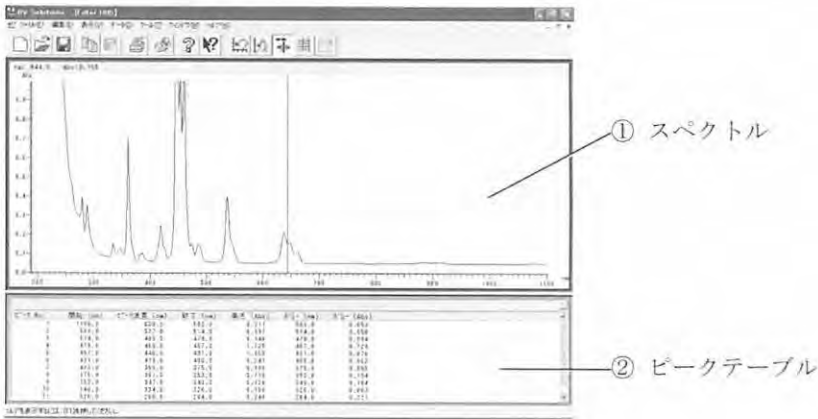

図2-13 データ処理画面（波長スキャン）
(4) 測定が終了したら、データが保存されます。そのファイルを開くと、図2-13のようなデータ処理画面が表示されます。
- (1) ファイル (F) メニューの印刷 (P) コマンドを選択します。または、ツールバーの  (印刷) ボタンをクリックします。このときは、データ処理画面のアクティブになっているフィールド (図2-13の場合、①の部分) を印刷します。ファイル (F) メニューの印刷プレビュー (V) コマンドでクリックしたときに表示されたものが印刷されます。